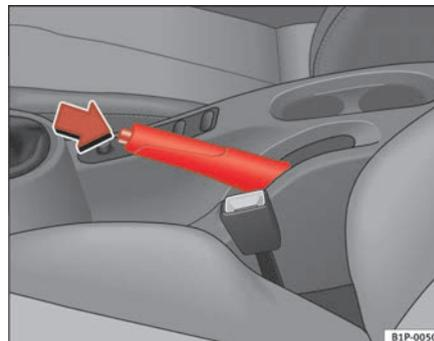

Fig. 125 Freno de mano entre los asientos delanteros
- Tire con fuerza de la palanca del freno de mano hacia arriba ⇒ fig. 125.
- Tire ligeramente de la palanca hacia arriba, presione el botón de desbloqueo en la dirección de la flecha ⇒ fig. 125 y baje completamente la palanca. ⇒